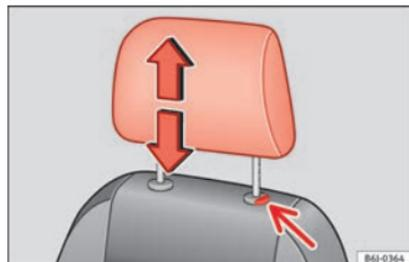

Fig. 99 Poggiatesta: regolazione dell'altezza oppure smontaggio.
- Premere il tasto »» fig. 99 (freccia).